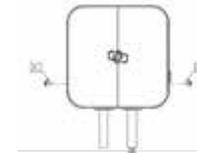

Abb.3
2. Stecken und versenken Sie die Dübel (A) in den Bohrlöchern (Abb.3).